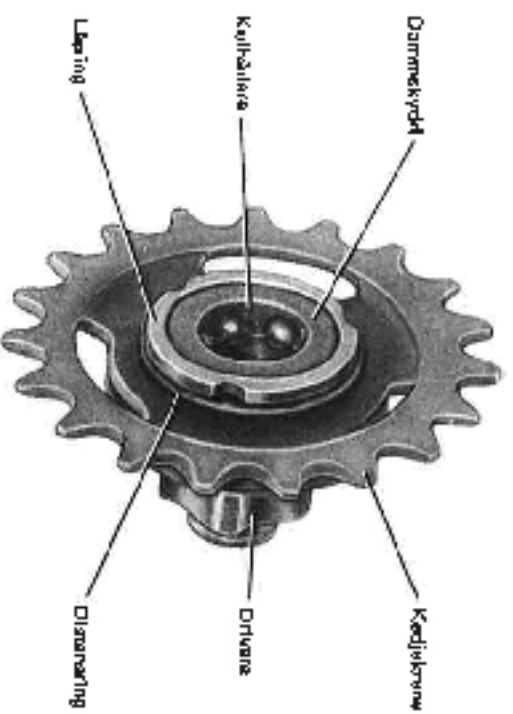

Bild 5. Kedjehjulet
11. Sätt dit bröcken och kupolmuttrar i den ordning som anges på bild 5.